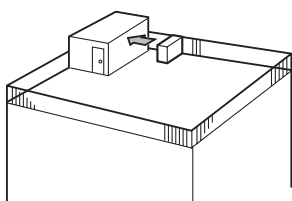

Fig. 2-4
- 1 Direcione a saída de ar para a parede mais próxima a uma distância de cerca de 500 mm. (Fig. 2-4)